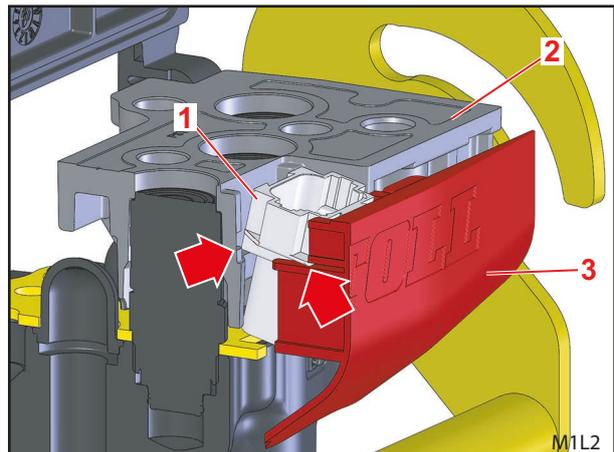

Fig. 10 Montare la parte inferiore Hydro-Fix – connettore a spina elettrico e copertura
- (6) Spingere la parte inferiore Hydro-Fix sulla valvola (non completamente in basso).
- (7) Posizionare il connettore a spina elettrico leggermente obliquo, in modo che unendo il coperchio e la parte superiore Hydro-Fix scorra nelle guide e sugli appoggi (vedere frecce in Fig. 10).
- (8) Applicare completamente la copertura e, contemporaneamente, premere con cautela la parte inferiore Hydro-Fix verso il basso.
- (9) Fissare la parte inferiore Hydro-Fix con 5 viti M8x45.